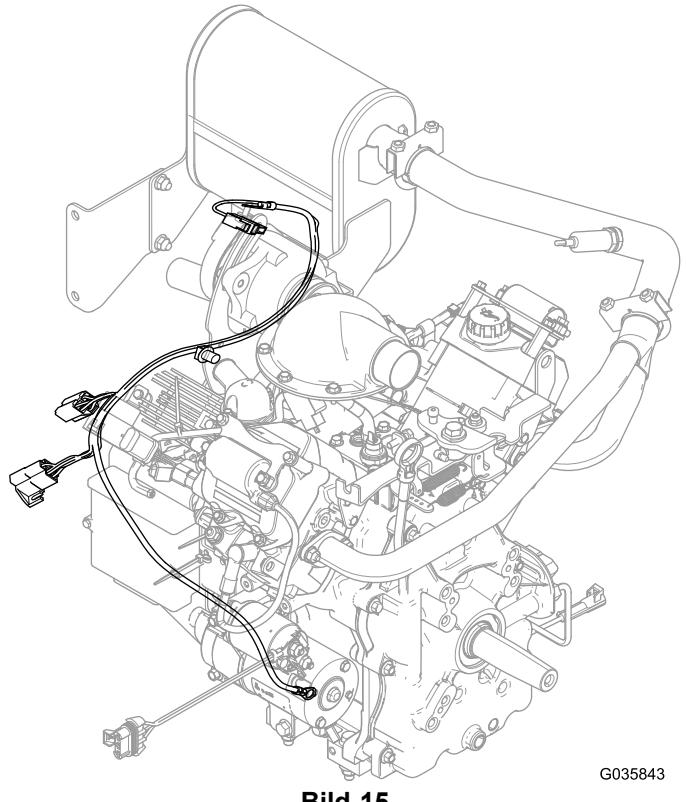

Bild 15
1. Schließen Sie den Kitkabelbaum an die Lichtmaschine an (Bild 15).
4. Schließen Sie die Pluspolringklemme am Pluspol des Anlassers an (Bild 15).